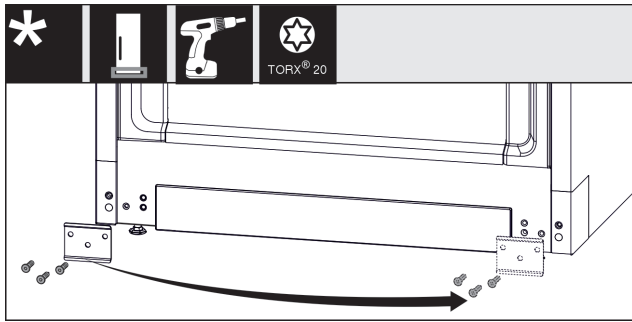

Fig. 12
- Plaat losschroeven, naar de andere kant omzetten en weer vastschroeven. *Fig. 12 (1)*
- Afdekking aan de andere kant weer plaatsen. (1)